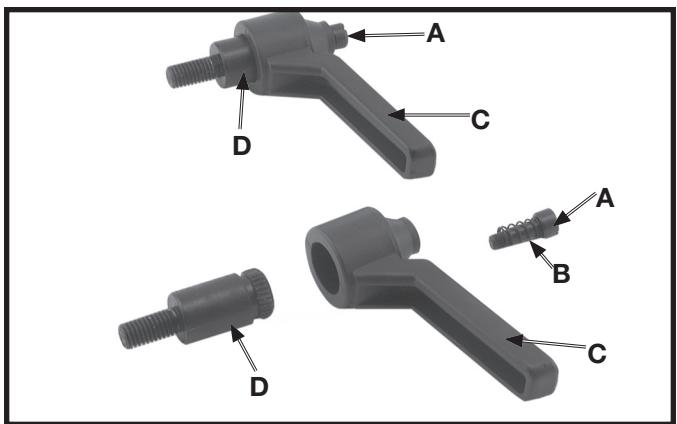

Fig. 13
- Deux poignées de fixation sont livrées avec l'appareil, une pour la table de la ponceuse à courroie et l'autre, pour la table de la ponceuse à disque. Démonter les deux poignées. Dévisser et retirer la vis (A), le ressort (B) et la poignée (C) du goujon de verrouillage (D) comme indiqué à la fig. 13